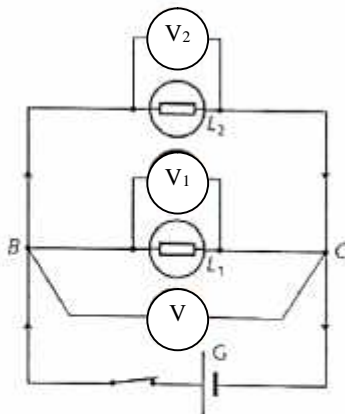

Fig. 3. Alimentation de deux lampes en dérivation.
a. Étude de la tension (fig. 3)